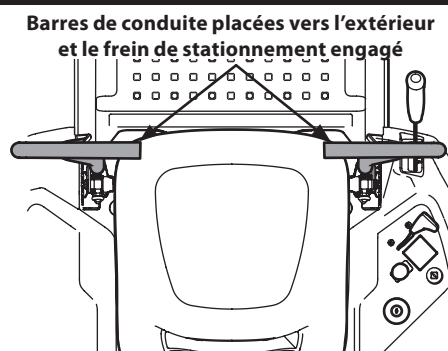

Figure 26
1. Asseyez-vous et assurez-vous que les deux barres de conduite sont poussées à fond vers l'extérieur pour engager le frein de stationnement. Voir Figure 26. Veuillez consulter la section Première utilisation pour des instructions détaillées.